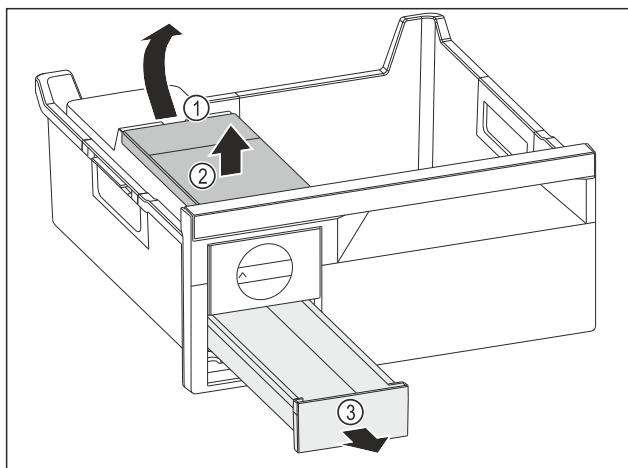

Fig. 170
- Wassertank entnehmen: Wassertank an der Aussparung Fig. 170 (1) anheben.
- Wassertank Fig. 170 (2) nach oben entnehmen.
- Eiwürfelschubfach Fig. 170 (3) nach vorne entnehmen.